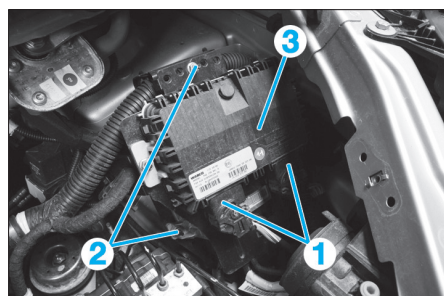

Fig. 29
- Débrancher les 2 connecteurs (1) (Fig.29) du calculateur de gestion de la suspension pneumatique.